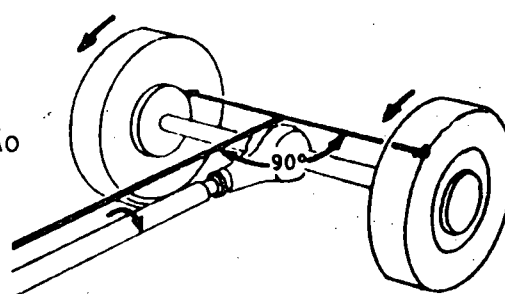

Fig. 5
- Trocar a direção do movimento de rotação transmitido pela transmissão articulada em 90° , por meio de um jogo de engrenagens, às semi-árvores e rodas (fig. 5).